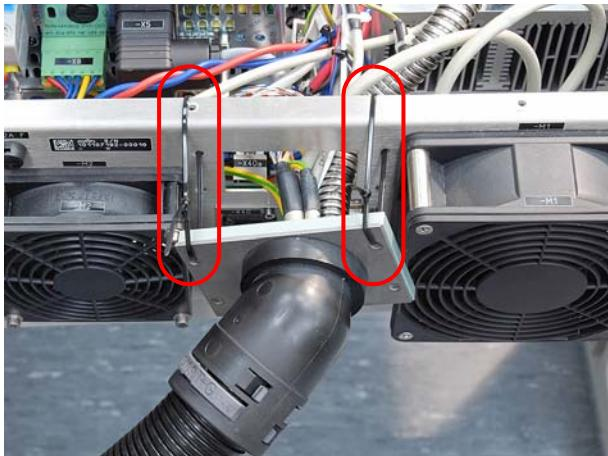

Abbildung 7.223 Kabeleinführung Versorgungseinschub
3. Als Zugentlastung zwei geeignete Kabelbinder in die beiden oberen Schraublöcher der Kabeleinführung einführen und die Kabelbinder locker schließen (siehe Abbildung 7.223).